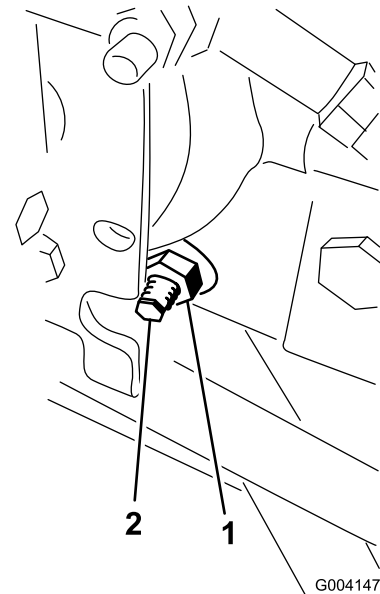

Bild 67
- Lösen Sie rechts am Hydrostat die Sicherungsmutter an der Fahrtrieb-Einstellnocke (Bild 67).